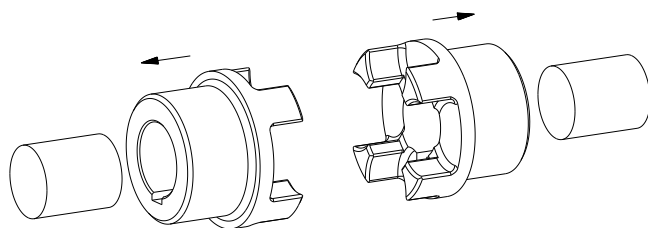

Bild 13: Montage der Naben
- Montieren Sie die Naben auf die Welle der An- und Abtriebsseite (siehe Bild 13).